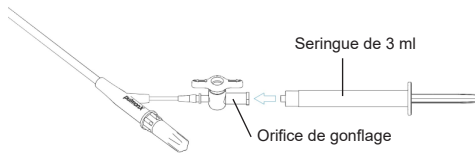

Figure 2 : Connexion à l'orifice de gonflage du ballonnet
5. Fixer la seringue de 3 ml à l'orifice de gonflage du ballonnet du robinet à une voie situé sur la poignée du cathéter Chartis Precision XL. Voir la figure 2 ci-dessous.